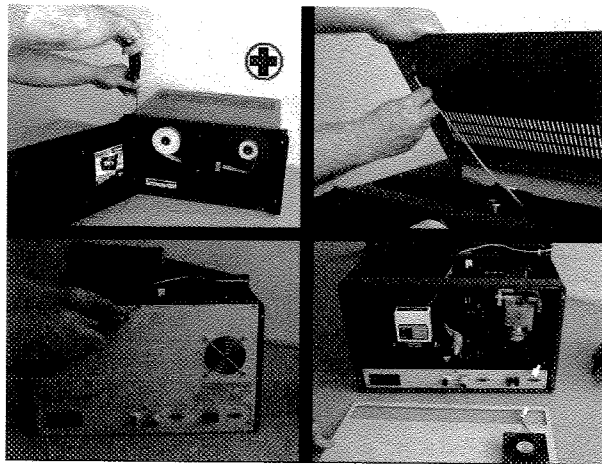

图 3-13 分解光学测量腔室操作之一
3)打开机箱顶盖和后盖,参见图 3-13。
关闭仪器电源,打开机箱。参见图 3-13。